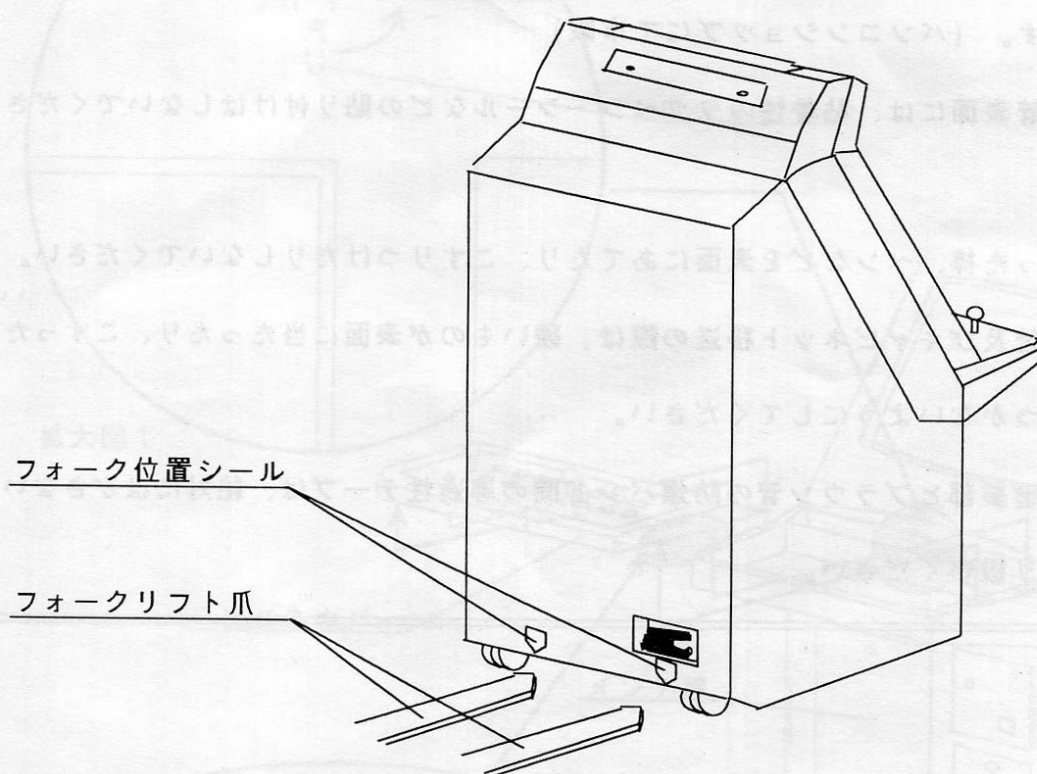

図 1
- (1) フォークリフトにて移動の際は、図1のフォーク位置指示シールにフォークリフトの爪を合わせてください。
- (1) メンテ扉を開けます。
- (2) ロックレバーを反時計方向に回し、ロックをはずします。(拡大図1 参照)